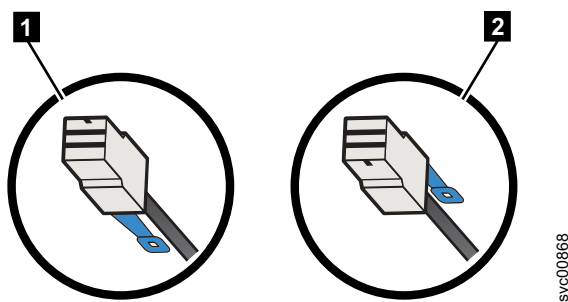

图 134. SAS 电缆接口方向
- 对于 或 2145-12F 扩展机柜，蓝色拉片必须在电缆下方（图 134 中的 **1**）。
- 对于 2145-SV1 或 2145-DH8 节点和 2145-92F 机柜，蓝色拉片必须在接口上方（图 134 中的 **2**）。